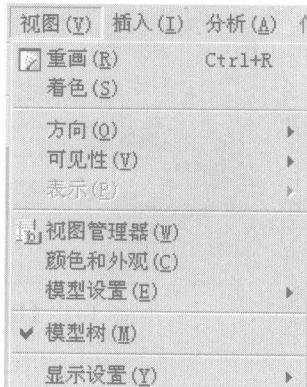

图 1-5 视图菜单
(3) 【视图】菜单。【视图】菜单主要是对图形窗口进行控制，以便于观察模型，方便模型操作。【视图】菜单中有些常用视图控制命令可在工具栏中找到相应的工具图标，其中【视图管理器】命令是新增加的。【视图】菜单如图 1-5 所示。